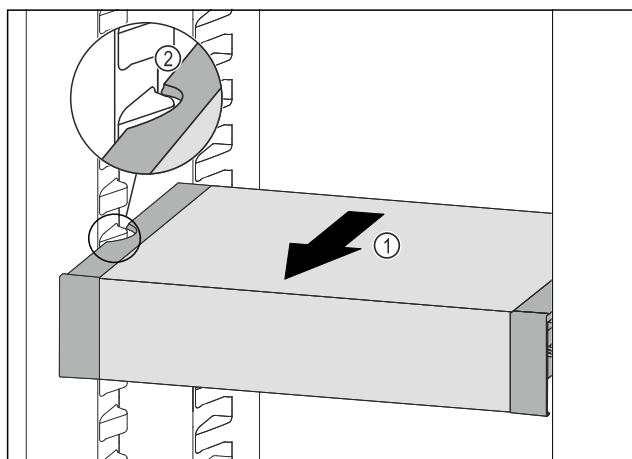

Fig. 123
- ▶ Trageți în față VarioSafe Fig. 123 (1), până când degajările laterale ale VarioSafe se află la înălțimea nervurii recipientului din frigider. Fig. 123 (2)